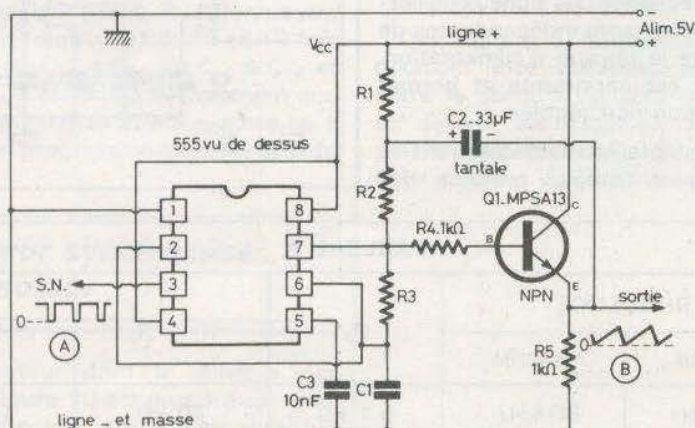
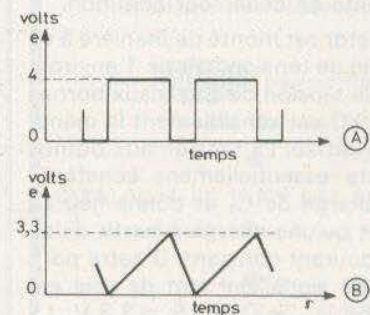
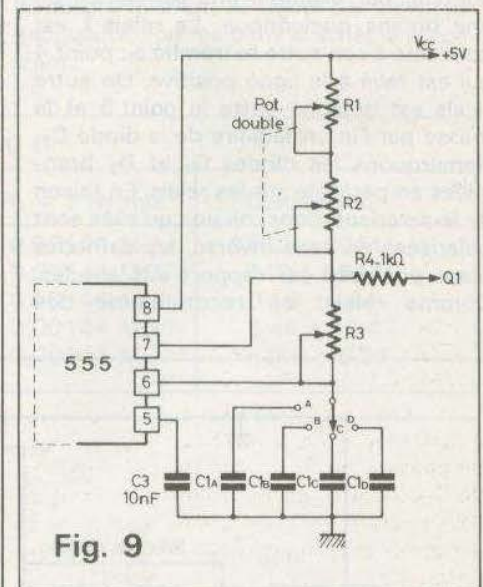
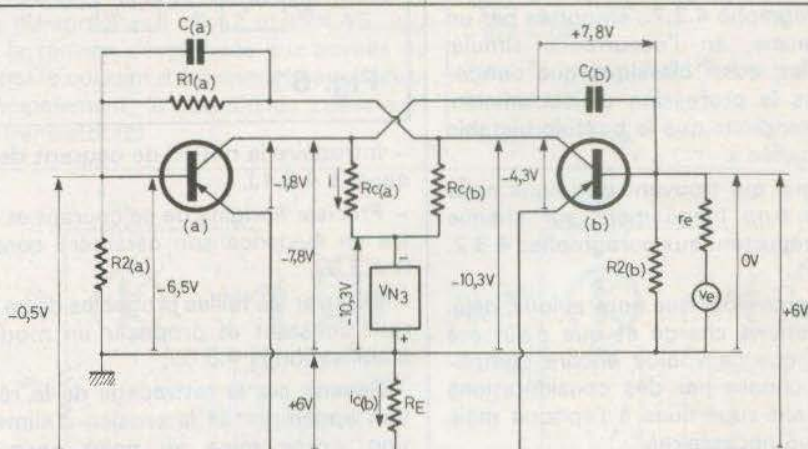

Fig. 7
Fig. 8
Fig. 9
Fig. 59
teur du transistor  $Q_1$ , NPN des signaux en dents de scie (voir fig. 7). Leurs amplitudes sont 4 V et 3,3 V respectivement comme indiqué à la figure 8. Ce générateur a été proposé par Franck Cicchiello dans Electronics du 18 mars 1976. Une des qualités de ce générateur est sa stabilité en fonction de la température et son alimentation à tension réduite, de 5 V seulement.
La plupart des valeurs sont indiquées sur le schéma de la figure 7. Voici comment déterminer les valeurs non indiquées. En premier lieu on consultera le tableau II qui donne les valeurs de résistances  $R_1$ ,  $R_2$ ,  $R_3$  et du condensateur  $C_1$  en fonction de la fréquence  $f$  qui est la même pour les deux signaux de sortie, celui à impulsions et celui en dents de scie à la sortie de  $Q_1$  (tableau II).
Il sera toutefois nécessaire de choisir des valeurs des éléments telles que les conditions (1) à (6) soient respectées. La modification du schéma de la figure 7 est indiquée à la figure 9. A remarquer que  $R_1$  étant toujours égale à  $R_2$  il est tout indiqué d'utiliser un potentiomètre double de manière à ce que leurs résistances en service restent toujours égales. On adoptera  $R_1 = R_2 = 1 \text{ M}\Omega$  potentiomètre logarithmique.  $R_3$  sera également à variation logarithmique de 10 k $\Omega$ .
Quand la bascule monostable prend la forme du schéma de la **figure 59**, il n'est guère besoin d'explications si l'on se souvient des **figures 9 et 14** (schémas à source auxiliaire  $V_{N2}$ ) et de ce qui a été dit sur le même sujet pour la bascule bistable (**fig. 50**).
A noter, pour les **figures 9 et 14**, que celles-ci s'inscrivaient dans un cadre comprenant six figures... dont les numéros ont été oubliés !
Il est visible que, mis en présence de la **figure 59**, on peut, par exemple, s'intéresser à l'état possible du transistor (b).
Toutes les tensions de la bascule monostable, dans cet état, sont portées sur le schéma de la figure 59. En y regardant de près, on y trouve toutes les tensions connues :
toutes tensions que l'on trouvait, déjà, dans la figure 9. On découvre aussi, dans ce même schéma de la figure 59, des tensions qui semblent nouvelles : non pas  $V_{N3} = -10,3 \text{ V}$  que nous avons déjà justifiée (voir 4.3.4.), mais aussi d'autres tensions qui en découlent et, pour cela, paraissent nouvelles, alors qu'il ne s'agit que des conséquences du remplacement de la source auxiliaire  $V_{N2}$  par la tension  $V_{RE} = R_E \times i_E (= 6 \text{ V})$